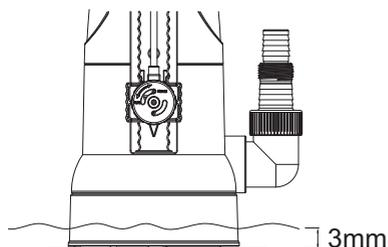

Fig. 8
- En mode manuel, le produit peut être utilisé pour aspirer de l'eau alors que le minimum de hauteur n'est que de 3 mm (selon le produit). (Fig. 8)